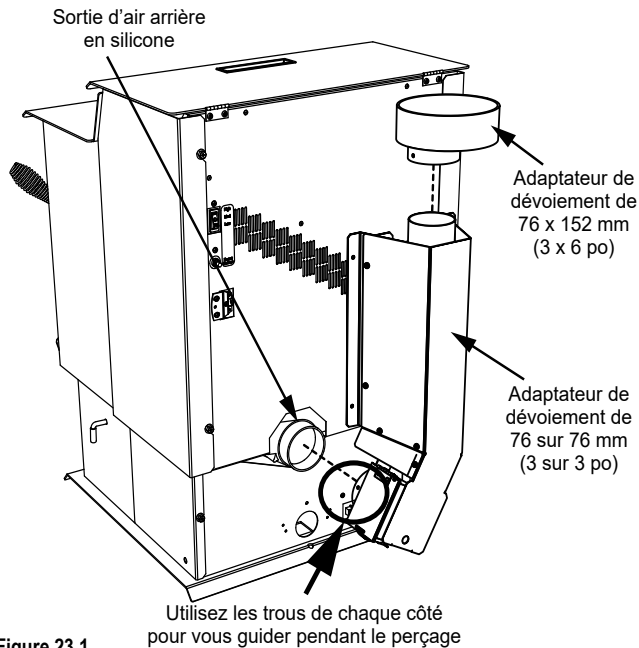

Figure 23.1
1. Enduisez la sortie d'air de 76 mm (3 po) d'une couche de silicone haute température. Ne pas mettre de silicone à l'intérieur du tuyau (**Figure 23.1**).
2. Glissez l'adaptateur supérieur de ventilation sur la sortie d'air et placez l'assemblage en position verticale (**Figure 23.1**).
3. Percez 4 trous au moyen de la mèche n° 26 (fournie) dans la face arrière de l'appareil en utilisant l'écran extérieur comme gabarit (assurez-vous que l'assemblage soit en position verticale) (**Figure 23.1**).
5. Percez 2 trous au moyen de la mèche n° 26 à travers la sortie d'air arrière, en vous guidant sur les 2 trous déjà percés dans le court tuyau horizontal de l'adaptateur supérieur de ventilation. Installez les 2 vis (**Figure 23.1**).
7. Pour nettoyer l'adaptateur supérieur de ventilation, ouvrez le couvercle de nettoyage (**Figure 23.1**).